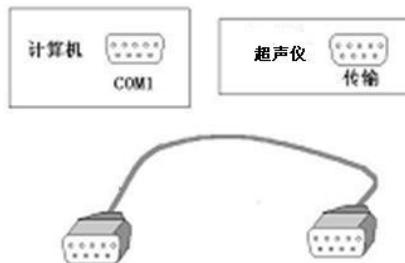

图 5.6 计算机与仪器连接
A. 进行文件传输之前需要按图 5.6 用我们提供的专用 并口(或串口)线将计算机并口 (或串口)与超声仪连接起来。